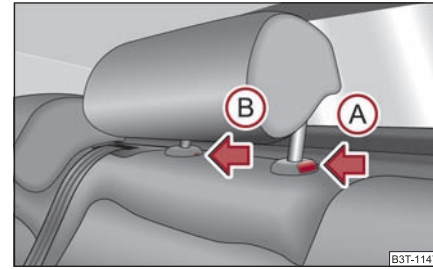

Abb. 83 Rücksitze: mittlere Kopfstütze
- Drücken Sie die Sicherung in Pfeilrichtung (A) ⇒ Abb. 83, drücken Sie gleichzeitig mit einem flachen Schraubendreher in die Öffnung (B) und ziehen Sie die Kopfstütze heraus.